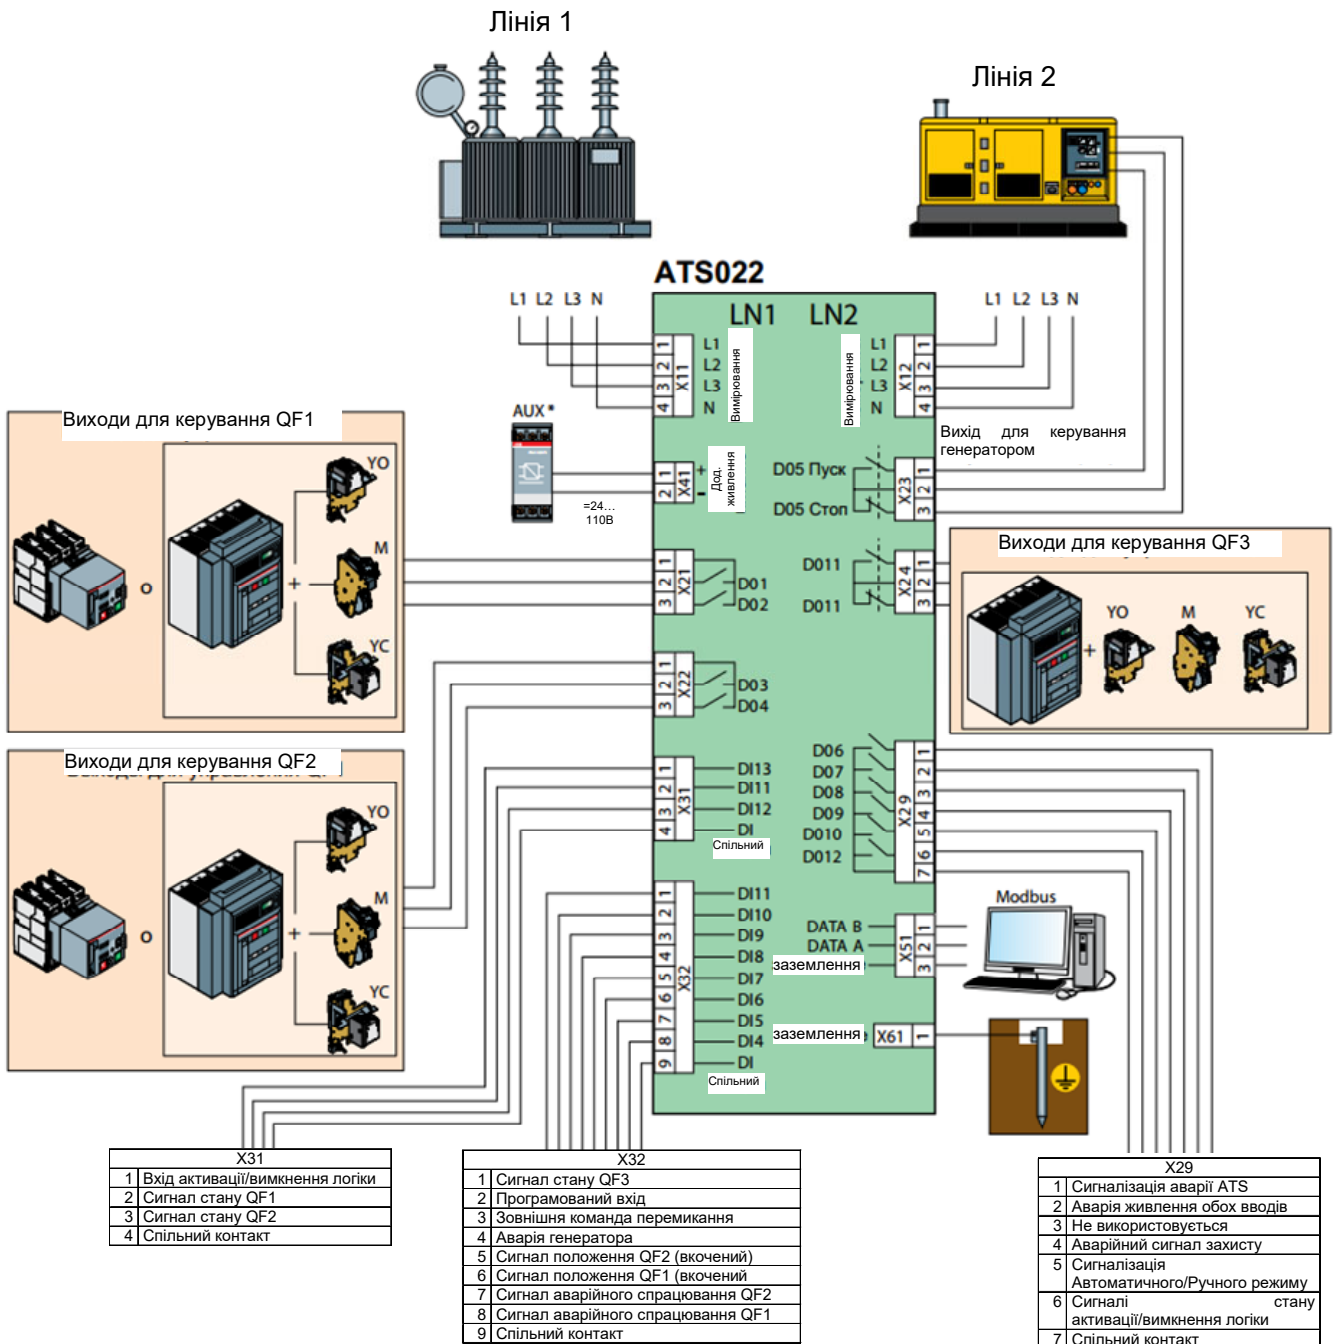

Рисунок 5.9 – З'єднання між блоком ATS022 і всіма аксесуарами
На рис. 5.9 показані з'єднання між блоком ATS022 і всіма аксесуарами, необхідними для перемикання у випадку трифазної системи з нейтраллю.
1. Ввімкнути блок ATS022 згідно з рис. 5.9.
2. Нарисувати схему вмикання блоку ATS022 згідно з рис. 5.9.